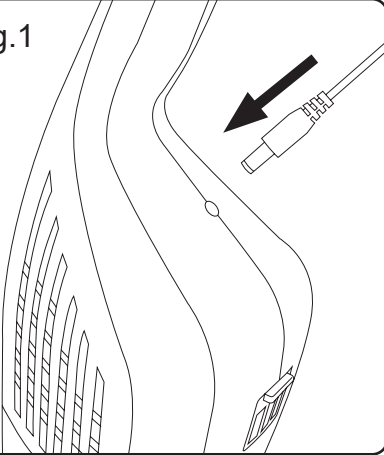

Fig.2
- Presionar el botón de extracción del aspirador de mano (H) del cuerpo principal (E) del aspirador escoba. (Fig. 2)